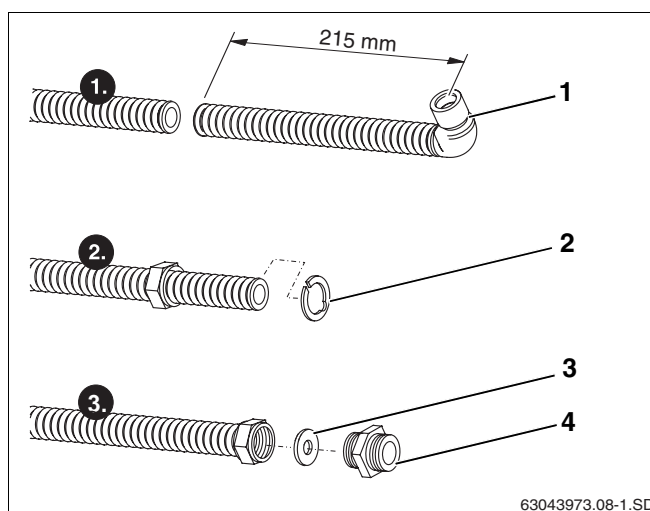

Fig. 38 Acortar el tubo de conexión (representación sin aislamiento)
- ▶ Corte el tubo de conexión a 215 mm desde el centro del codo (fig. 38, **pos. 1**) mediante una herramienta para cortar tubos.
- ▶ Coloque la arandela de sujeción (fig. 38, **pos. 2**) por detrás de la primera onda y apriételas hasta unir las. La arandela de sujeción ha de asentarse de forma uniforme sobre el collar de la tuerca de racor.
- ▶ Coloque la arandela de carrocería (fig. 38, **pos. 3**) en la tuerca de racor, antes de la superficie del corte del tubo de conexión.
- ▶ Enrosque el casquillo doble (fig. 38, **pos. 4**) firmemente en la tuerca de racor para que se cree una superficie plana de obturación en el tubo de conexión.